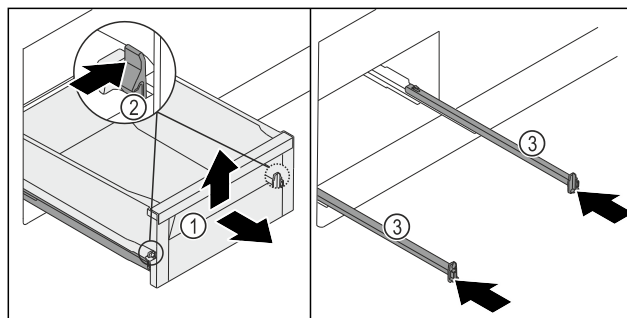

Fig. 137
- Izvlecite predal Fig. 137 (1) do omejevala.
- Objemko Fig. 137 (2) istočasno pritisnite na levi in desni navznoter.
- Predal Fig. 137 (1) se loči od vodila.
- Dvignite predal Fig. 137 (1) spredaj.
- Predal Fig. 137 (1) vzemite ven v smeri naprej.
- Vstavite vodila Fig. 137 (3).